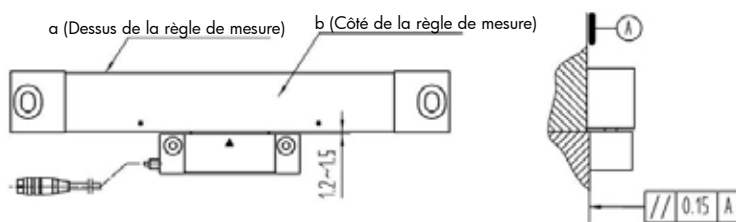

Fig. 2-9
La règle de mesure et la tête de la sonde doivent être montées séparément sur des parties de la machine qui sont mobiles l'une par rapport à l'autre. La partie fixe et la partie mobile de la machine doivent répondre aux exigences et aux tolérances maximales données sur la figure 2-9.
- Vérifiez le niveau de montage de la règle de mesure comme indiqué en figure 2-9.